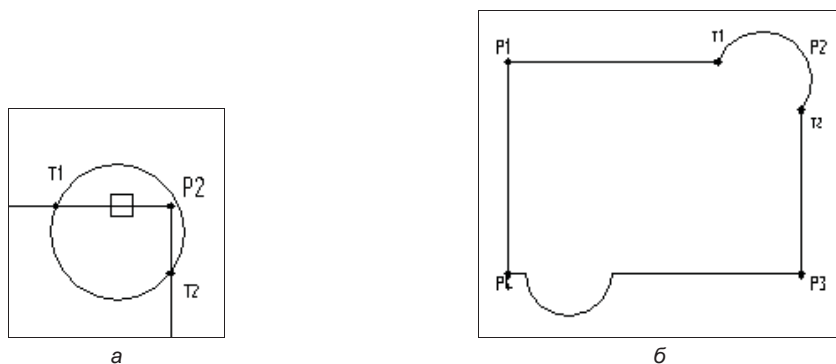

Рис. 10.9. Указание для усечения кривых (а); Эскиз 1 после усечения кривых (б)
- ♦ укажите "ловушкой" участок кривой (рис. 10.9, а) — он выделится красным цветом. Нажмите ЛК мыши, и участок кривой будет удален (рис. 10.9, б).